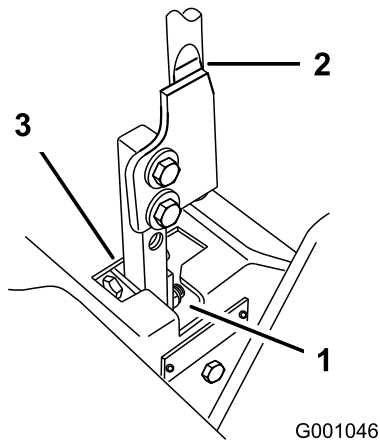

Figura 49
5. Mueva la palanca a la posición de punto muerto, pero no bloqueada (Figura 49).
7. Compruebe la posición de la palanca de control con relación a la muesca de la consola (Figura 49). Debe estar centrada para que la palanca pueda girar hacia fuera a la posición de bloqueo/punto muerto.